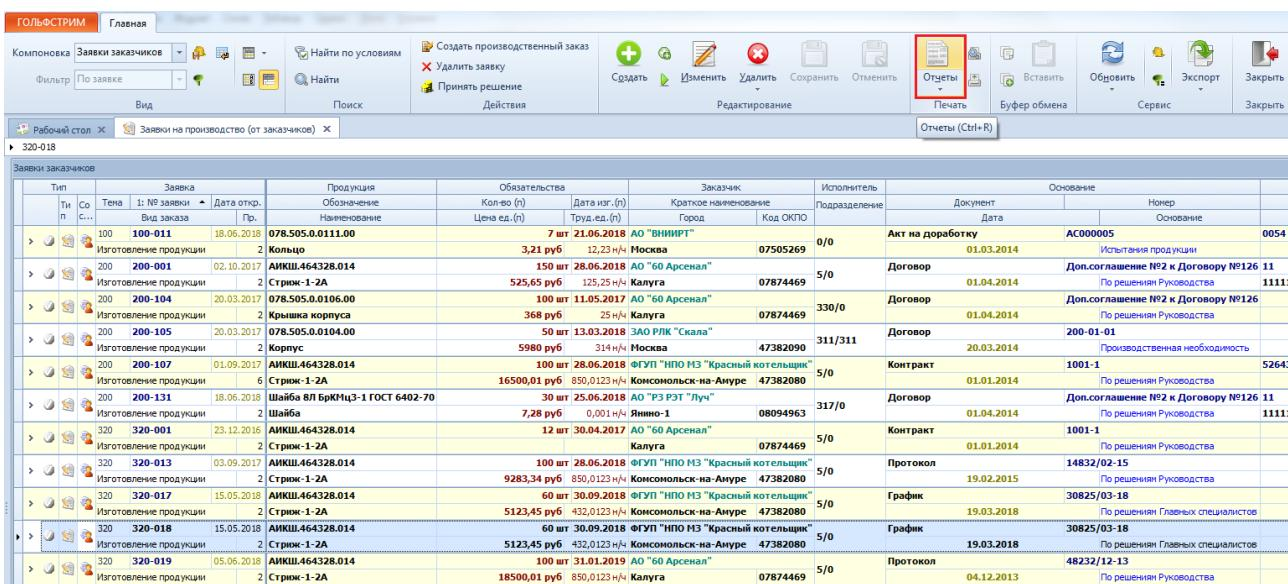

Рисунок 14.Кнопка формирования отчёта "Отчеты"
- 1.2. На панели инструментов нажать кнопку формирования отчёта **Отчеты** (рис. 14).